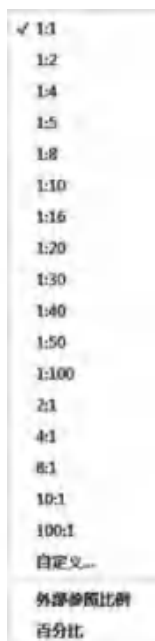

图 1-17 注释比例列表
(11) 二维对象捕捉：使用执行对象捕捉设置(也称对象捕捉)，可以在对象上的精确位置指定捕捉点。选择多个选项后，将应用选定的捕捉模式，以返回距离靶框中心最近的点。按 Tab 键以在这些选项之间循环。
(12) 线宽：分别显示对象所在图层中设置的不同宽度，而不是统一线宽。
(13) 透明度：使用该命令，调整绘图对象显示的明暗程度。
(14) 选择循环：当一个对象与其他对象彼此接近或重叠时，准确地选择某一个对象是很困难的，使用“选择循环”的命令，单击鼠标左键，弹出“选择集”列表框，里面列出了鼠标单击周围的图形，然后在列表中选择所需的对象。
(15) 三维对象捕捉：三维中的对象捕捉与在二维中工作的方式类似，不同之处在于在三维中可以投影对象捕捉。
(16) 动态 UCS：在创建对象时使 UCS 的 XY 平面自动与实体模型上的平面对齐。
(17) 选择过滤：根据对象特性或对象类型对选择集进行过滤。当按下图标后，只选择满足指定条件的对象，其他对象将被排除在选择集之外。
(18) 小控件：帮助用户沿三维轴或平面移动、旋转或缩放一组对象。
(19) 注释可见性：当图标亮显时表示显示所有比例的注释性对象；当图标变暗时表示仅显示当前比例的注释性对象。
(20) 自动缩放：注释比例更改时，自动将比例添加到注释对象。
(21) 注释比例：单击注释比例右下角小三角符号弹出注释比例列表，如图 1-17 所示，可以根据需要选择适当的注释比例。
(22) 切换工作空间：进行工作空间转换。
(23) 注释监视器：打开仅用于所有事件或模型文档事件的注释监视器。
(24) 单位：指定线性和角度单位的格式和小数位数。
(25) 快捷特性：控制快捷特性面板的使用与禁用。
(26) 锁定用户界面：按下该按钮，锁定工具栏、面板和可固定窗口的位置和大小。
(27) 隔离对象：当选择隔离对象时，在当前视图中显示选定对象，所有其他对象都暂时隐藏；当选择隐藏对象时，在当前视图中暂时隐藏选定对象，所有其他对象都可见。
(28) 图形特性：设定图形卡的驱动程序以及设置硬件加速的选项。
(29) 全屏显示：该选项可以清除 Windows 窗口中的标题栏、功能区和选项板等界面元素，使 AutoCAD 的绘图窗口全屏显示，